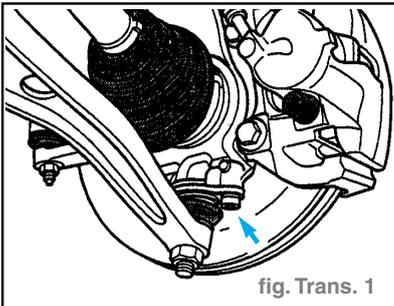

fig. Trans. 1
- Dévisser le carter de roulement de roue de la rotule de direction inférieure. (fig. Trans. 1)
- Dévisser le carter de roulement de roue de la rotule d'essieu inférieure. (fig. Trans. 1)